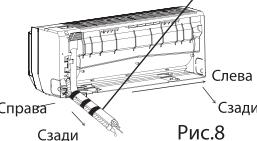

Рис.8 Слева
2. Выньте трубы из контейнера, обмотайте провода и трубы изоляционным материалом и протяните их в отверстие для труб (см. рис. 8).